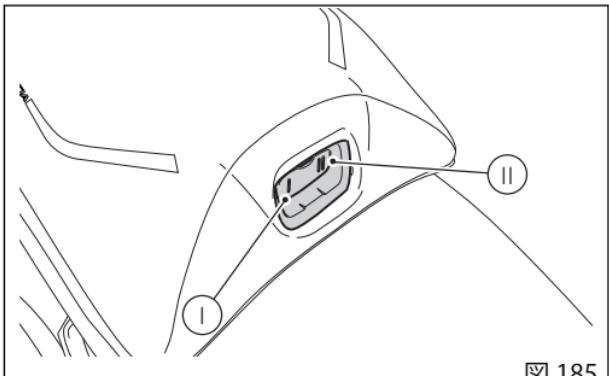

図 185
- ・ (I、図 185) 位置：レベルを「Low (低)」に設定
- ・ (II、図 185) 位置：レベルを「High (高)」に設定